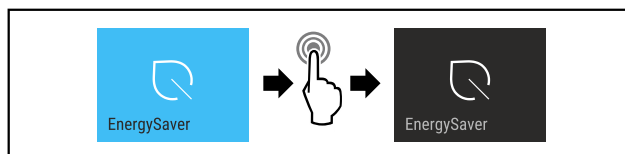

Fig. 17
- Udfør handlingstrinene (se Fig. 17) .